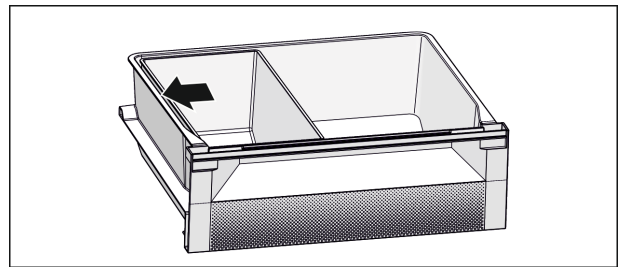

Fig. 8
- Für eine optimale Kühlefunktion: Fish & Seafood-Schale nach Abbildung (siehe Fig. 8) positionieren.